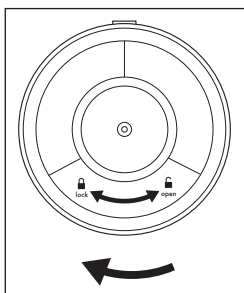

Bild 2
7. Sätt tillbaka batterifackets låsning 13 och vrid medsols mot läge **lock** tills låsningen 13 klickar fast (se bild 2). Observera urtagen på insidan av basenheten 7.